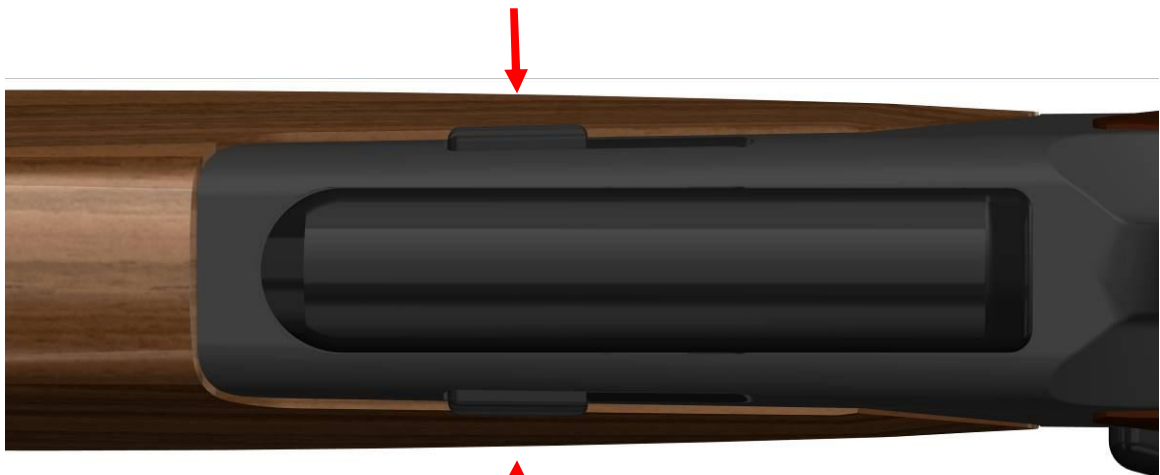

Bild 4
(1) Magazin durch Betätigen beider Magazinhalter (Bild 4) aus dem Systemkasten entnehmen.
- (1) Magazin durch Betätigen beider Magazinhalter (Bild 4) aus dem Systemkasten entnehmen.